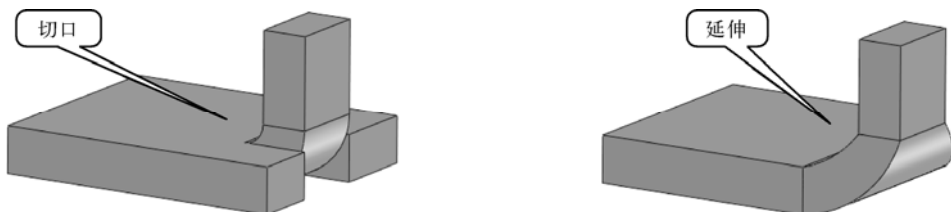

图 3-19 “切口”和“延伸”形式撕裂形释放槽
- “自定义折弯系数”和“自定义释放槽类型”卷展栏在前面章节中已做过讲述，只是在创建边线法兰并选择创建“撕裂形”释放槽时，可以选择“撕裂形”释放槽为“切口”  或“延伸”  形式，其作用如图 3-19 所示。